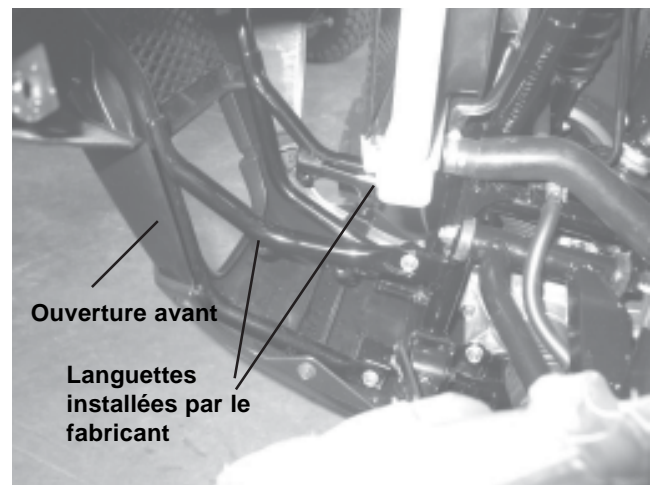

Figure 1
1. Glissez le support par l'ouverture avant, entre les languettes de montage. Voir la Figure 1.